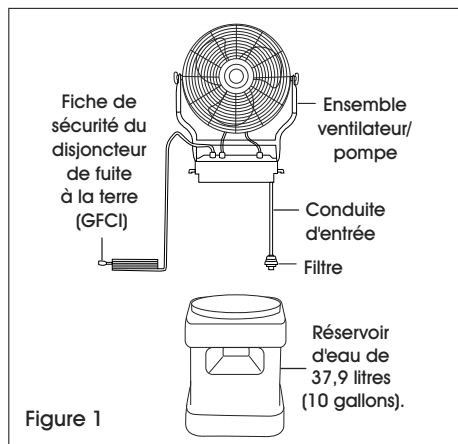

Figure 1
3. Placez l'ensemble ventilateur/pompe sur le réservoir d'eau de 37,9 litres (10 gallons). (Voir Figure 1)